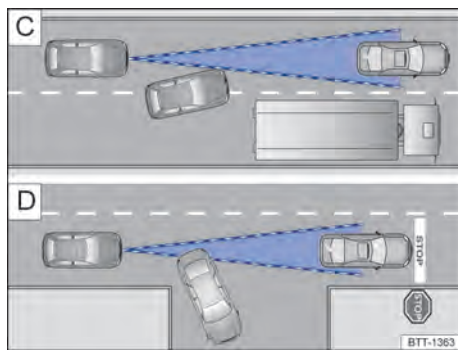

Fig. 98 [C] Mudança de faixa. [D] Veículo virando ou parado.
Por exemplo, se um veículo detectado pelo ACC virar ou mudar de faixa, e se houver um veículo parado à frente deste veículo, o ACC não reagirá ao veículo parado → Fig. 98 .
- Veículos que mudam para a faixa onde você se encontra com pouca distância do veículo → Fig. 98 .